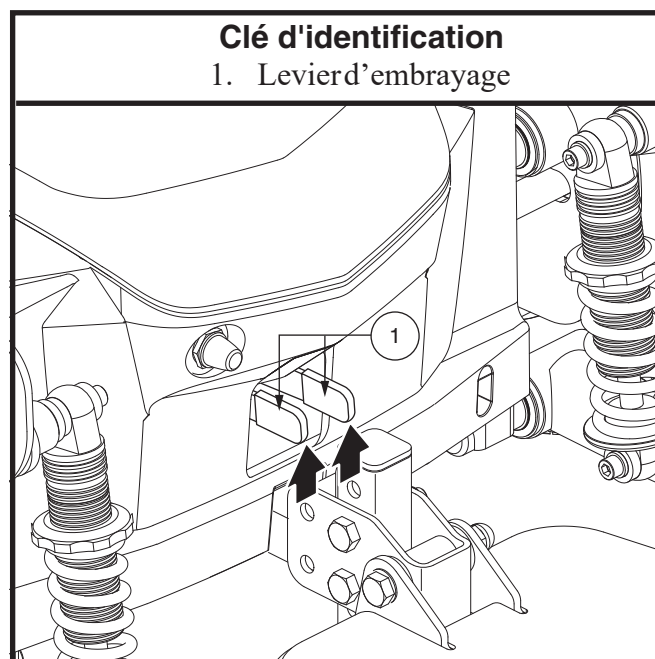

Figure 5. Mode «roues libres» (débrayé)
3. Poussez les deux leviers vers le bas pour débrayer les moteurs. Voir la figure 5.